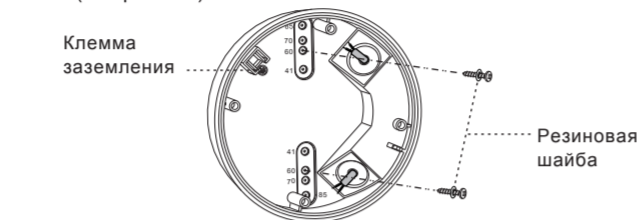

Рис. 15
4.4.3.3 Выберите соответствующие выбивные отверстия для крепления распределительной коробки на поверхности потолочной плиты двумя шурупами с резиновой шайбой (см. рис. 15).